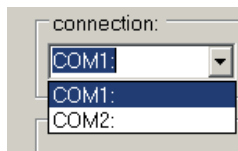

Fig.25 - Interfacce seriali disponibili
- 2) Nel menù a tendina verranno visualizzate tutte le interfacce seriali disponibili come in Fig.25.